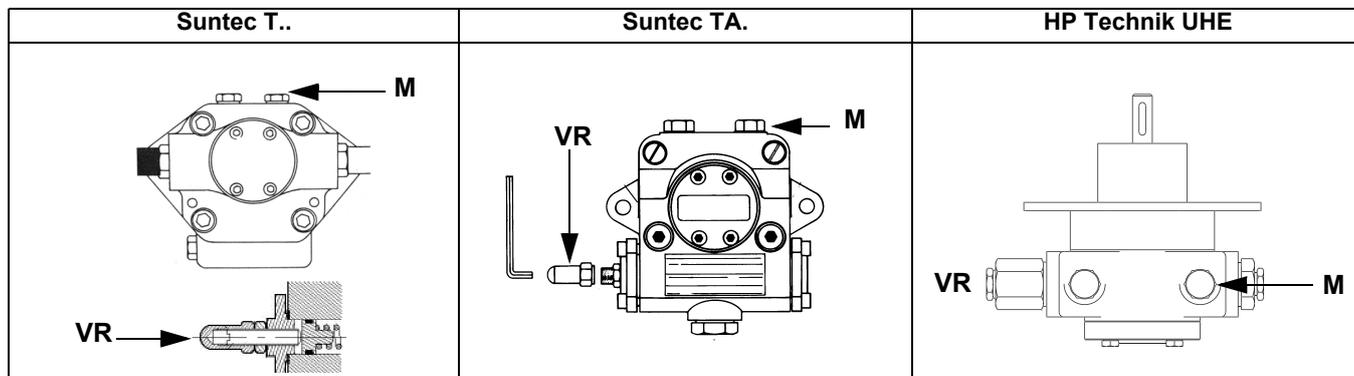

Fig. 11
- 3 sfiatare l'aria dall'attacco (**M**) manometro della pompa (Fig. 11), allentando leggermente il tappo, senza toglierlo; quindi rilasciare il contattore.
- 5 Solo se necessario, regolare la pressione di alimentazione (vedi relativo paragrafo) nel modo seguente: inserire un manometro nella posizione indicata in Fig. 12 agire sulla vite di regolazione **VR** della pompa (vedi Fig. 11) fino ad ottenere una pressione all'ugello pari a 20 bar (ugelli Monarch o ugelli Bergonzo - vedere grafici a pag. 45);